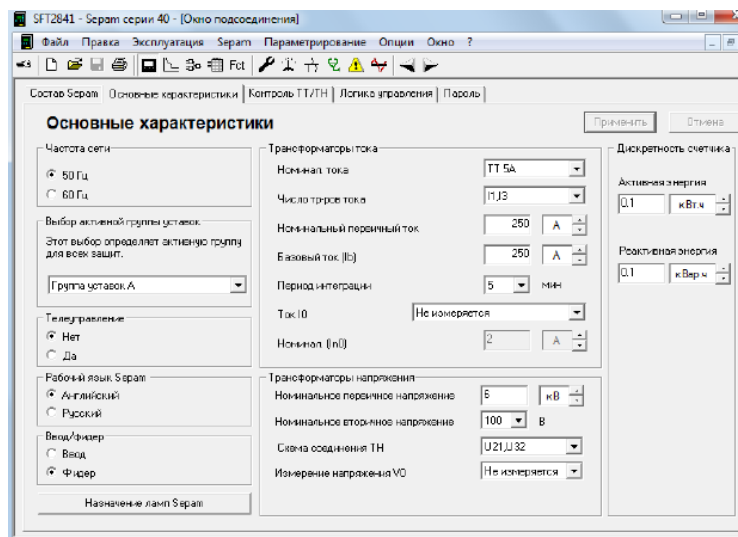

Рисунок 8.3 – Окно «Основные характеристики»
8. На вкладке «Основные характеристики» выбрать следующие показатели (рис. 8.3):